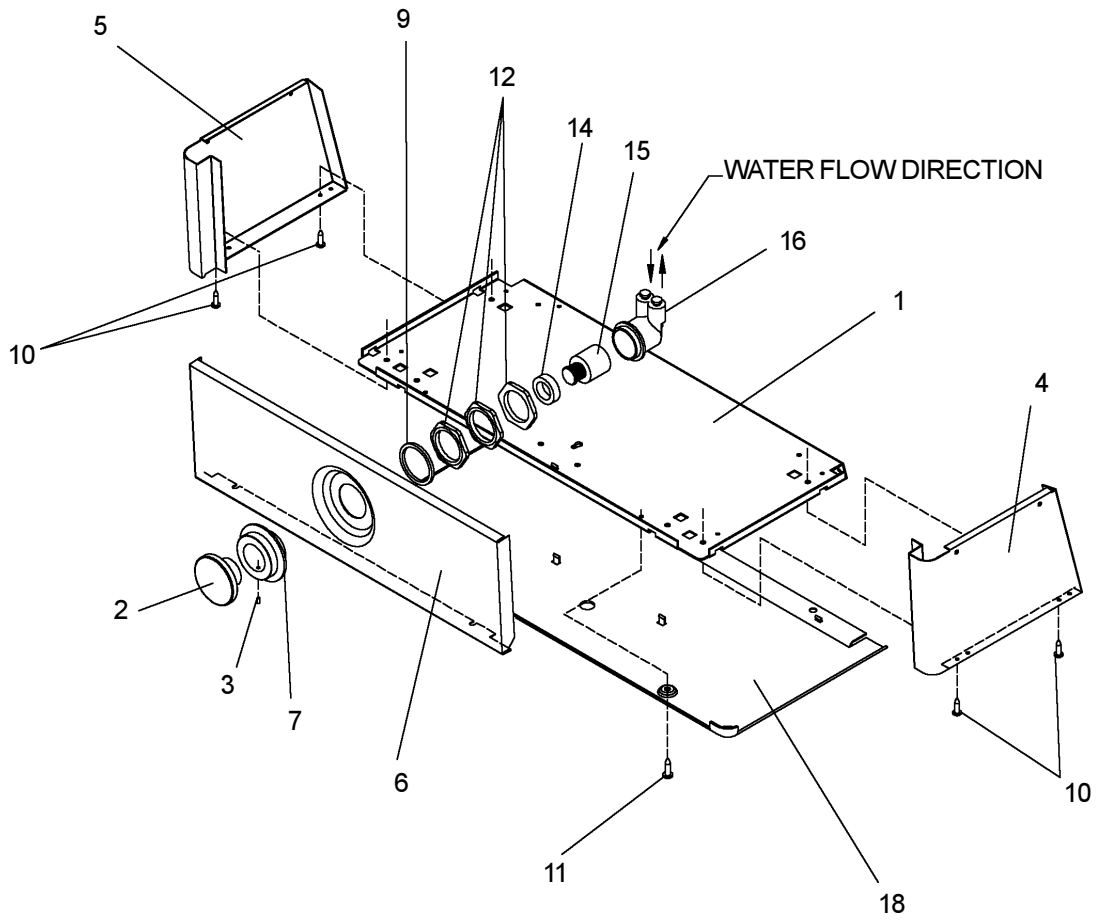

FIG. 3 (See Page 6 For Parts List)
- 8) Stream height is factory set at 35 PSI. If supply pressure varies greatly from this, adjust screw, accessible by removing front push panel (Item 6, Fig. 3). CW adjustment will raise stream and CCW adjustment will lower stream. For best adjustment, stream should hit basin approximately 6-1/2" (165mm) from bubbler.
- 9) Replace the front panel and secure by retightening four (4) screws.
- 8) Le niveau d'écoulement est réglé en usine à 35 PSI. Si la pression varie beaucoup de ce point, ajustez la vis que l'on peut atteindre en retirant le panneau avant (article 6, fig.3). Si vous ajustez dans le sens des aiguilles d'une montre, le jet augmentera et dans le sens contraire, le jet diminuera. Le meilleur ajustement est lorsque le jet frappe le bassin à environ 6-1/2" (165mm) du barboteur.
- 9) Remplacez le panneau avant et fixez le en place en resserrant les quatre (4) vis.